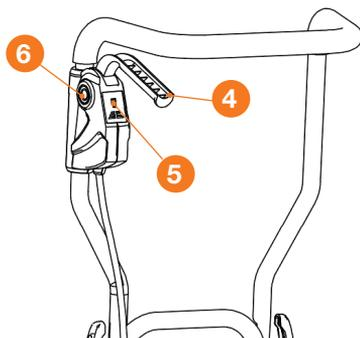

Рис. 6
Нажатием кнопки **5** (Рис. 6), выберите необходимый режим работы культиватора.
3. Нажмите кнопку блокировки включения **6** (Рис. 6).
4. Продолжая удерживать кнопку блокировки включения **6**, прижмите клавишу включения **4** двигателя к рукоятке (Рис. 6). Двигатель заработает и фрезы начнут вращение.
5. Отпустите кнопку блокировки включения **6**, продолжая прижимать клавишу включения **4** двигателя приступайте к работе (Рис. 6).